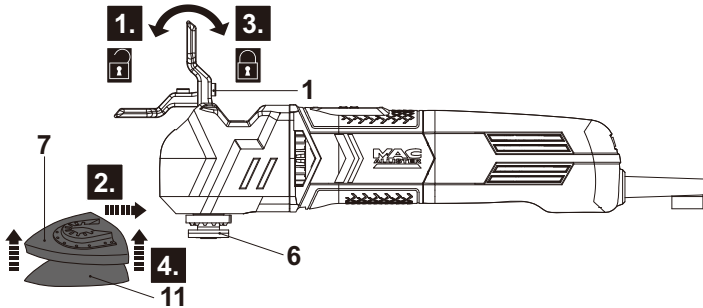
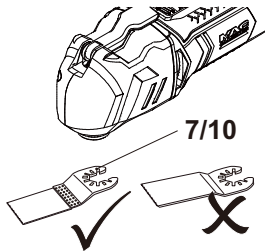

Fig. 1
Fig. 4
- > Abra el portaherramientas SDS (6) abriendo completamente la palanca de fijación SDS (1) (Fig. 1, paso 1).
- > Deslice la placa base de lijado (7) en el portaherramientas SDS (6) y asegúrese de que las ranuras en la parte posterior de la placa base de lijado (7) encajan con los pines de la parte superior fija del portaherramientas SDS (6) (Fig. 1, paso 2).
- > Fije la placa base de lijado (7) cerrando completamente la palanca de fijación SDS (1) (Fig. 1, paso 3).
- > Revise que la placa base de lijado (7) esté firmemente sujeta y ajústela si es necesario.
- > Con el sistema de velcro, la hoja de lijado se presiona simplemente sobre la placa base de lijado. Alinee y coloque la hoja de lijado adecuada (11) sobre la placa base (7) y presione ligeramente para que el papel de lijado (11) quede fijado (Fig. 1, paso 4).
- > Deslice el accesorio deseado (8, 9, 10 o 12) en el portaherramientas SDS (6) y asegúrese de que las ranuras en la parte posterior del accesorio encajan con los pines de la parte superior fija del portaherramientas SDS (6) (Fig. 1, paso 2; Fig. 4, 5, 6).
- > Fije el accesorio (8, 9, 10 o 12) cerrando completamente la palanca de fijación SDS (1) (Fig. 1, paso 3).